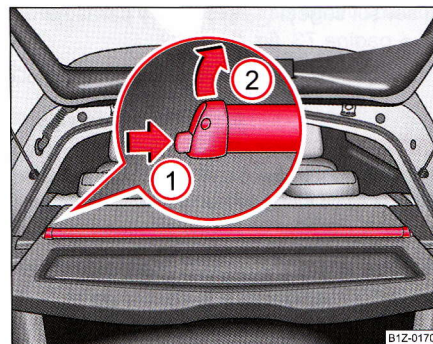

Fig. 54 Demontarea ruloului parasolar
- Desprindeți elementele de fixare de pe raftul portbagajului (C).
- Apăsați siguranța în sensul săgeții ① și scoateți parasolarul în sensul săgeții ② ⇒ pagina 73, fig. 54. ■